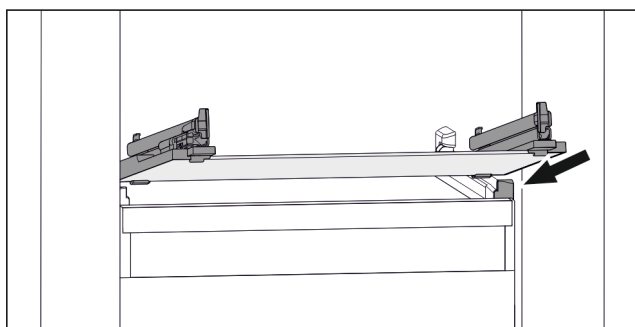

Fig. 168 Vejledende visning af glaspladen
- Sæt glaspladen skråt bag stoppene. (se Fig. 168)